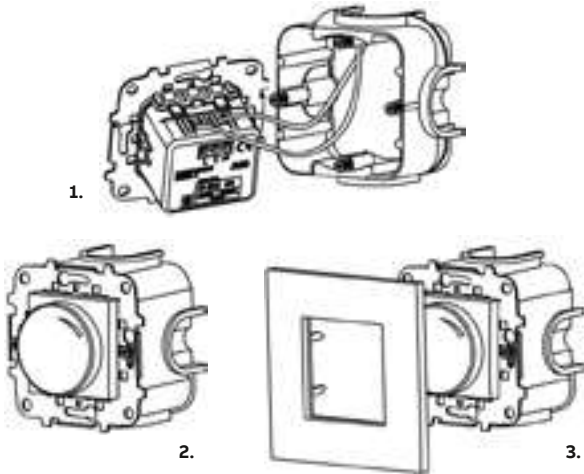
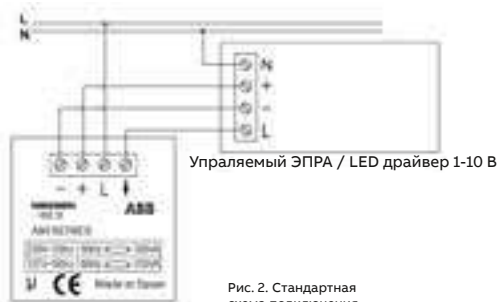

Рис. 1. Монтаж и установка.
Рис. 2. Стандартная схема подключения
1. Подключите устройство в соответствии с приведенной схемой. См. рис. 1 и рис. 2.
Подключение к управляемым ЭПРА (электронным пуско-регулирующим аппаратам, "балластам") и/или управляемым LED драйверам 1-10 В осуществляется согласно схеме на рис. 2.